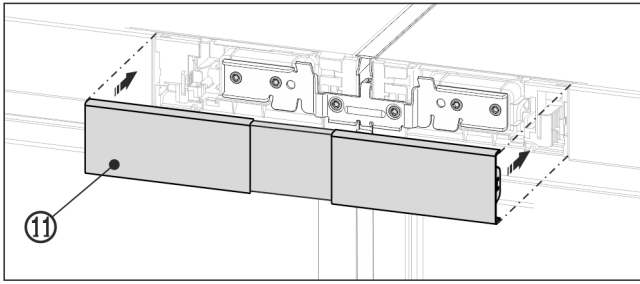

Fig. 23 Приблизне відображення
- ▶ Встановіть верхню кришку Fig. 23 (11) на відкритий проміжок між обома панелями блоку керування. Зверніть увагу, щоб зовнішні боки кришки були з'єднані урівень з панелями блоку керування.